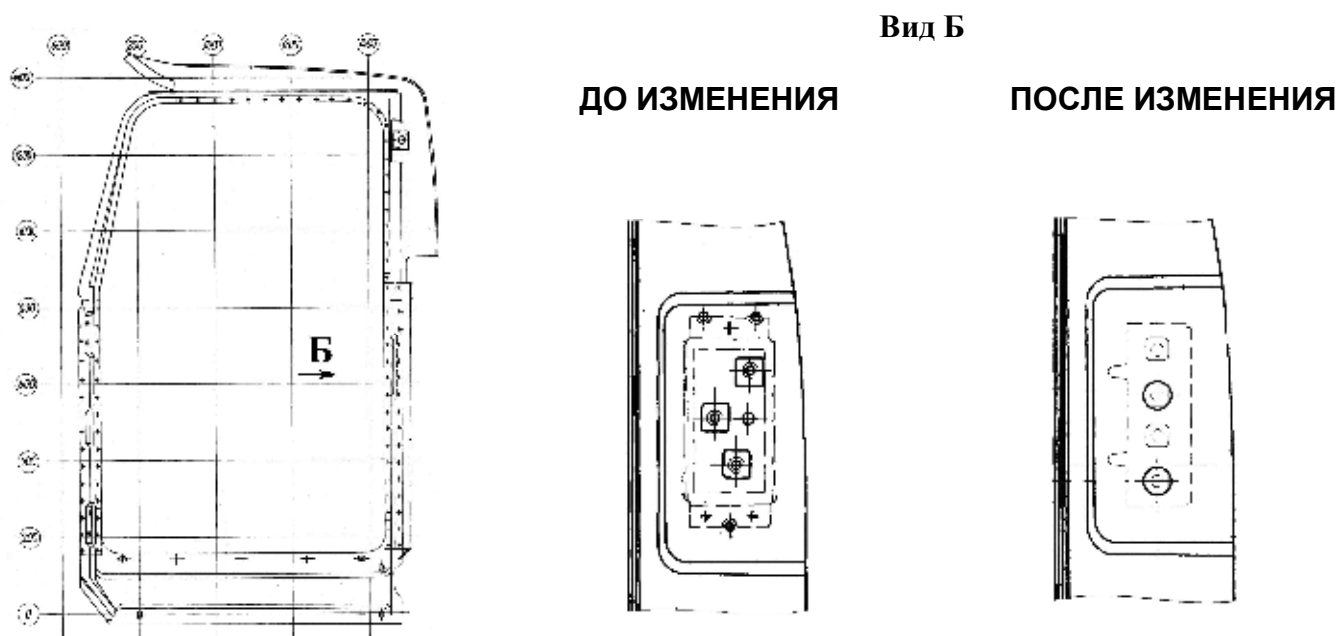

Рис. 18. Проем двери с расположением отверстий под замок двери.
- Внимание:** 1. Каркасы боковин, выпускаемые с этими номерами с октября 2009 года, отличаются от каркасов с такими же номерами, выпущенными ранее. Каркасы боковин выпускаются *под новые замки и новые фиксаторы (см. рис. 18)*.